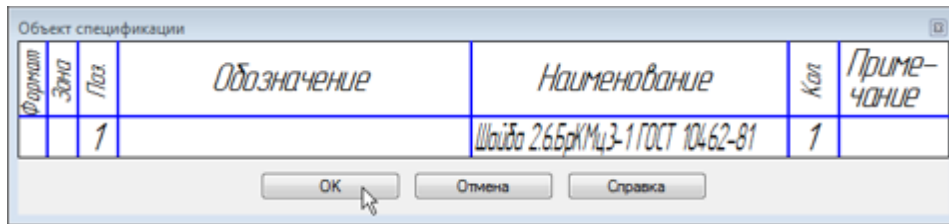

Рисунок 23.
- В окне Объект спецификации нажмите ОК (рис. 23).